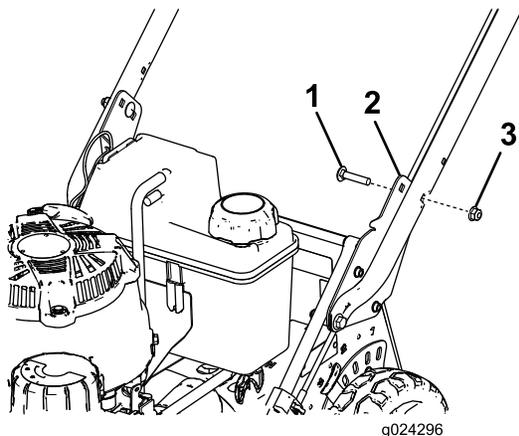

Figura 5
- Fissate la stegola sulle staffe all'altezza desiderata con 2 bulloni a testa tonda (5/16 x 1-1/2 poll.) e 2 dadi flangiati (5/16 poll.) come mostrato in Figura 5.